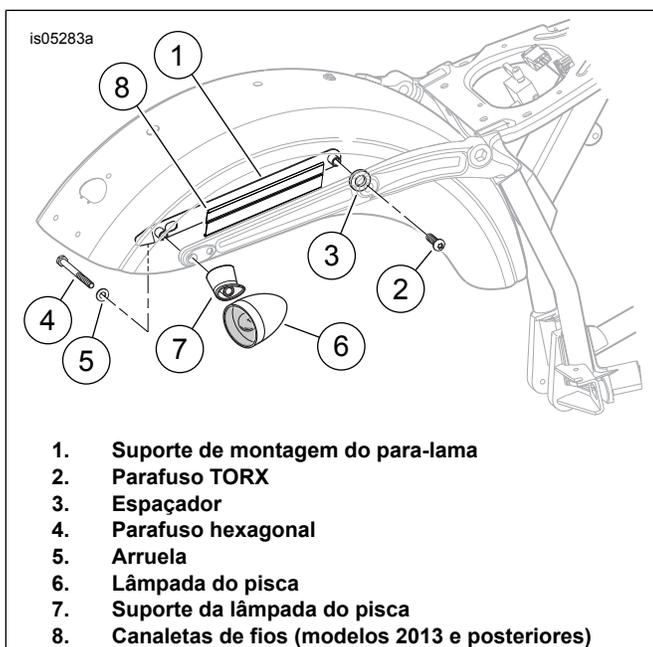

Figura 2. Remoção da lâmpada do pisca do para-lama
9. Veja Figura 2. Remova o parafuso (2) da frente do suporte de montagem do para-lama (1).